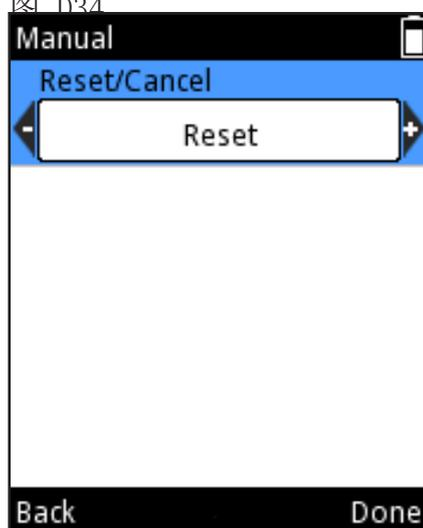

图 D35.
8. 可选：按下  (Reset/Cancel (复位/取消))，可以随时让显示屏上的体积值恢复为“0”。Reset/Cancel (复位/取消) 选择窗口出现（图 D35）。利用 ， 选择 Reset (复位)，然后按下  (Done (完成))。显示屏上的体积为“0”。吸头上的分液显示为负值。